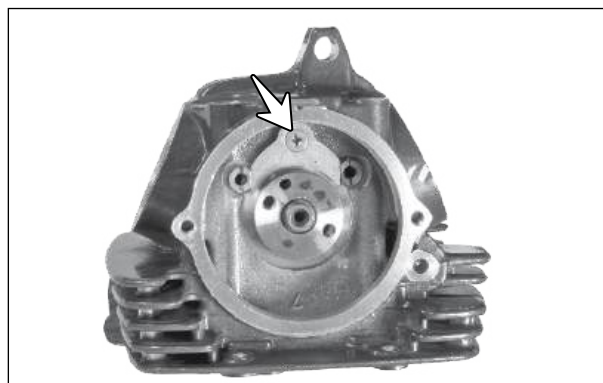

Fig. 3.50
- Remova o parafuso M5x15 (seta) de fixação do batente do eixo do balancim e remova o batente do eixo do balancim. (Fig. 3.50)